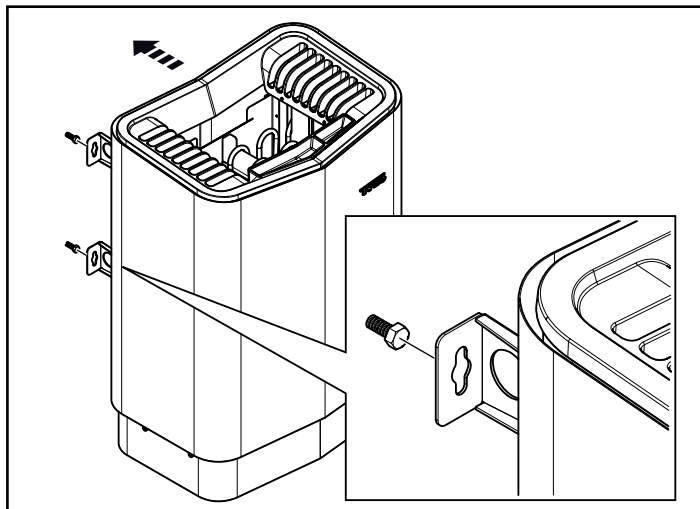

Fig 13: Häng upp aggregatet
11. Häng upp aggregatet på skruvarna se Fig 13.